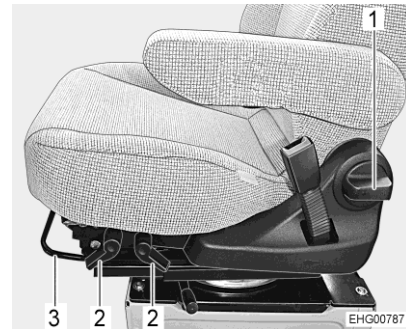

Fig. 17 Réglage des sièges
- Tirer l'étrier (Fig. 17,3) vers le haut.
- Tirer le levier avant ou arrière (Fig. 17,2) vers le haut. Régler l'angle d'inclinaison avant à l'aide du levier avant. Régler l'angle d'inclinaison arrière à l'aide du levier arrière.
- Tourner la poignée tournante (Fig. 17,1). Le dossier s'incline vers l'arrière ou vers l'avant suivant le sens de rotation.